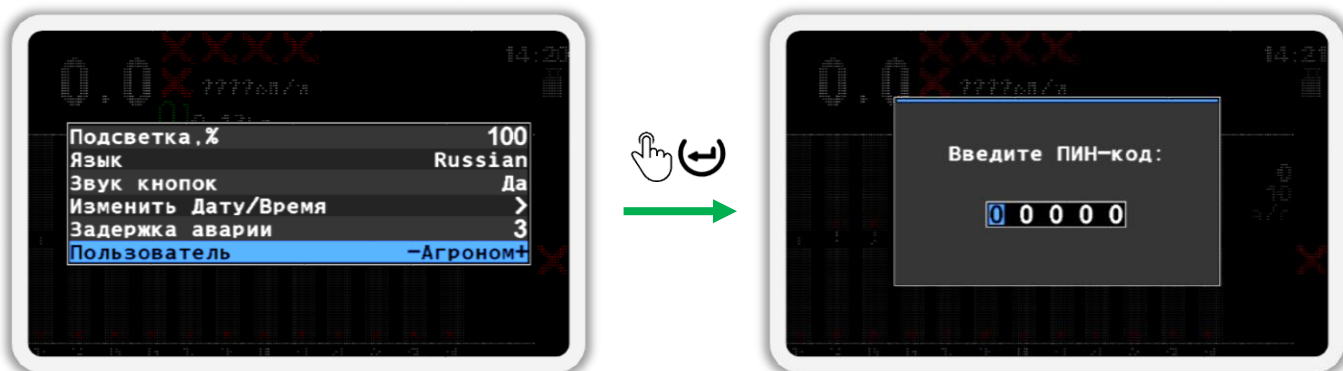

Рисунок 60
- Выберите пользователя «Агроном» (см. Рисунок 60 слева). Для этого используйте кнопки  «Плюс» и  «Минус».
- В появившемся окне (см. Рисунок 60 справа) введите ПИН-код «88888». Цифра, значение которой можно изменять, отображается черным цветом на синем фоне. Для изменения её значения используйте кнопки  «Плюс» и  «Минус», а для перехода к другой цифре используйте кнопки  «Вверх» и  «Вниз».